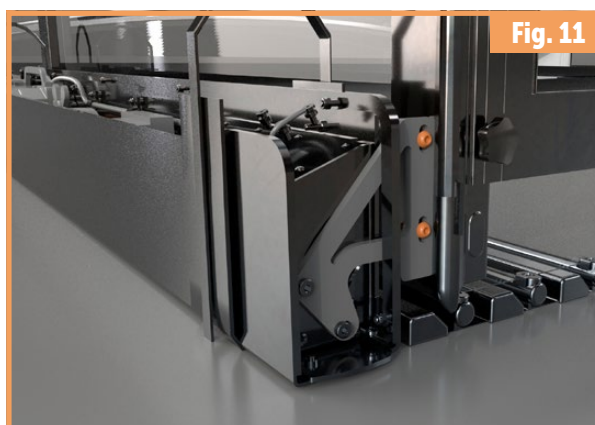
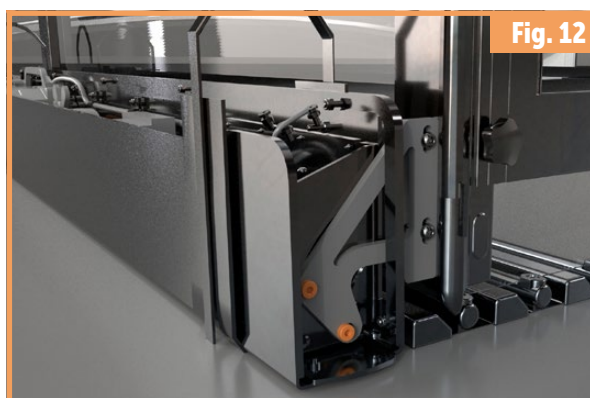
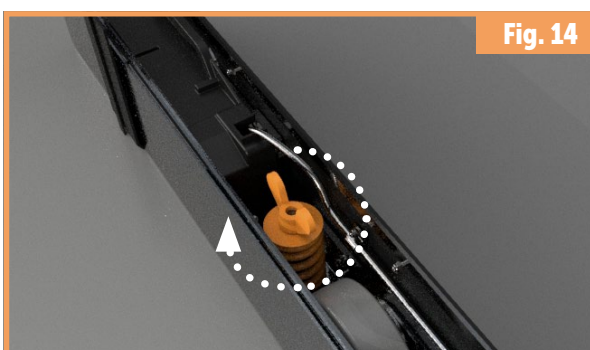

Fig. 11
Fig. 12
Fig. 14
- ➔ Pour l'hiver, démontez la motorisation en desserrant la roue (Fig. 14 - Montage du MOOVER, page 18) en dévissant les bras du support des bases et stockez l'appareil pour la saison suivante dans un endroit sec et à une température supérieure à 10 °C.
Desserrez les vis sur les bases du support (Fig. 11, page 18), retirez le capot supérieur et resserrez le ressort, ce qui permet de soulever le MOOVER. Resserrez ensuite les vis et vérifiez qu'elles sont à la même hauteur des deux côtés. En même temps, vérifiez la perpendicularité au sol (voir Fig. 12 et 13, page 18).
Desserrez la roue au maximum et ajustez la position de la base : en butée vers le bas (voir Fig. 11, page 18). Fermez le MOOVER et testez la course. Abaissez les bras à l'intérieur du MOOVER (vis intérieure – voir la Fig. 12, page 18). Fermez le MOOVER et testez la course. À présent, resserrez les roues (voir Fig. 14, page 18).